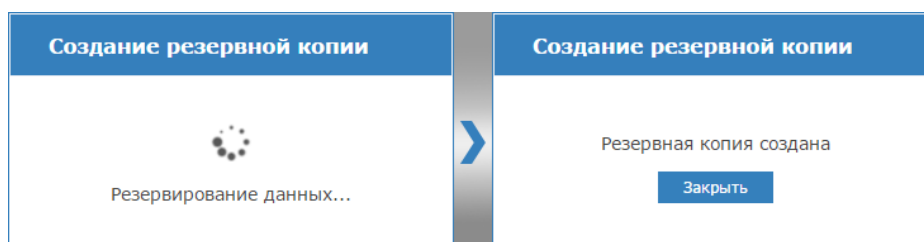

Рисунок 9.18 — Процедура создания резервной копии
3. Будет выполнена процедура создания резервной копии. Ранее созданная резервная копия будет затёрта. В процессе создания копии будет выполнен перезапуск программных средств узла. По завершении нажмите на кнопку **Закреть** (рисунок 9.18).